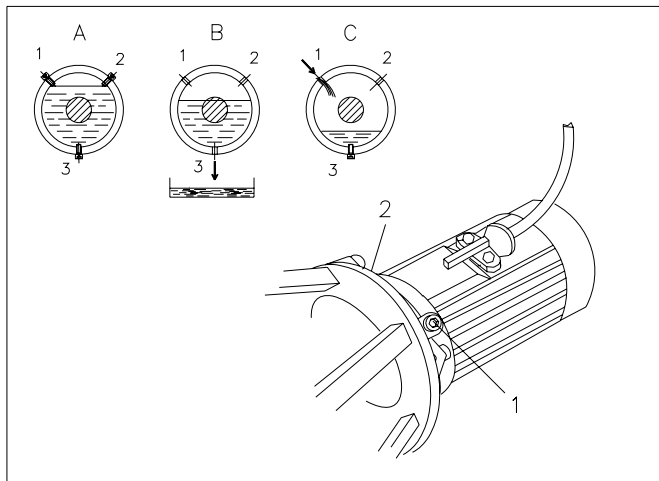

Fig. 7.8
Plaats de mixer horizontaal met de olieaftapplug (1) in de onderste stand (fig. 7.8 positie A).
(fig. 7.8 positie A).